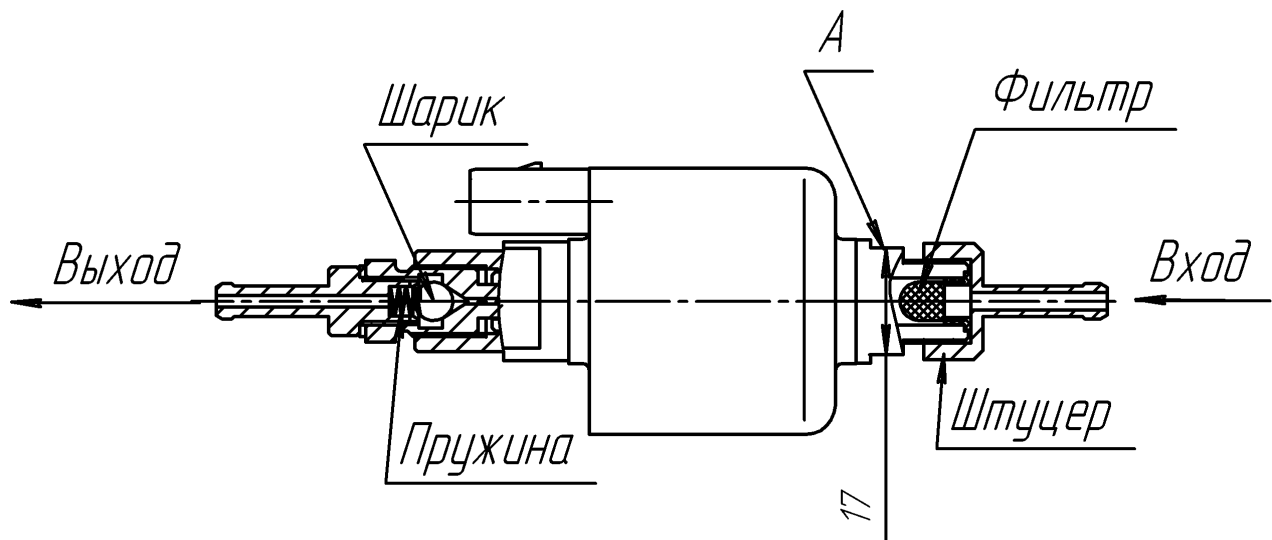

Рис.10 – Топливный насос
- 1) демонтировать топливный насос с автомобиля. Зафиксировав ключом (ключ на 17 мм) от поворота за поверхность А, отвернуть штуцер и снять фильтр (см. рис.10, запрещается фиксация топливного насоса за другие поверхности при отворачивании и наворачивании штуцера);